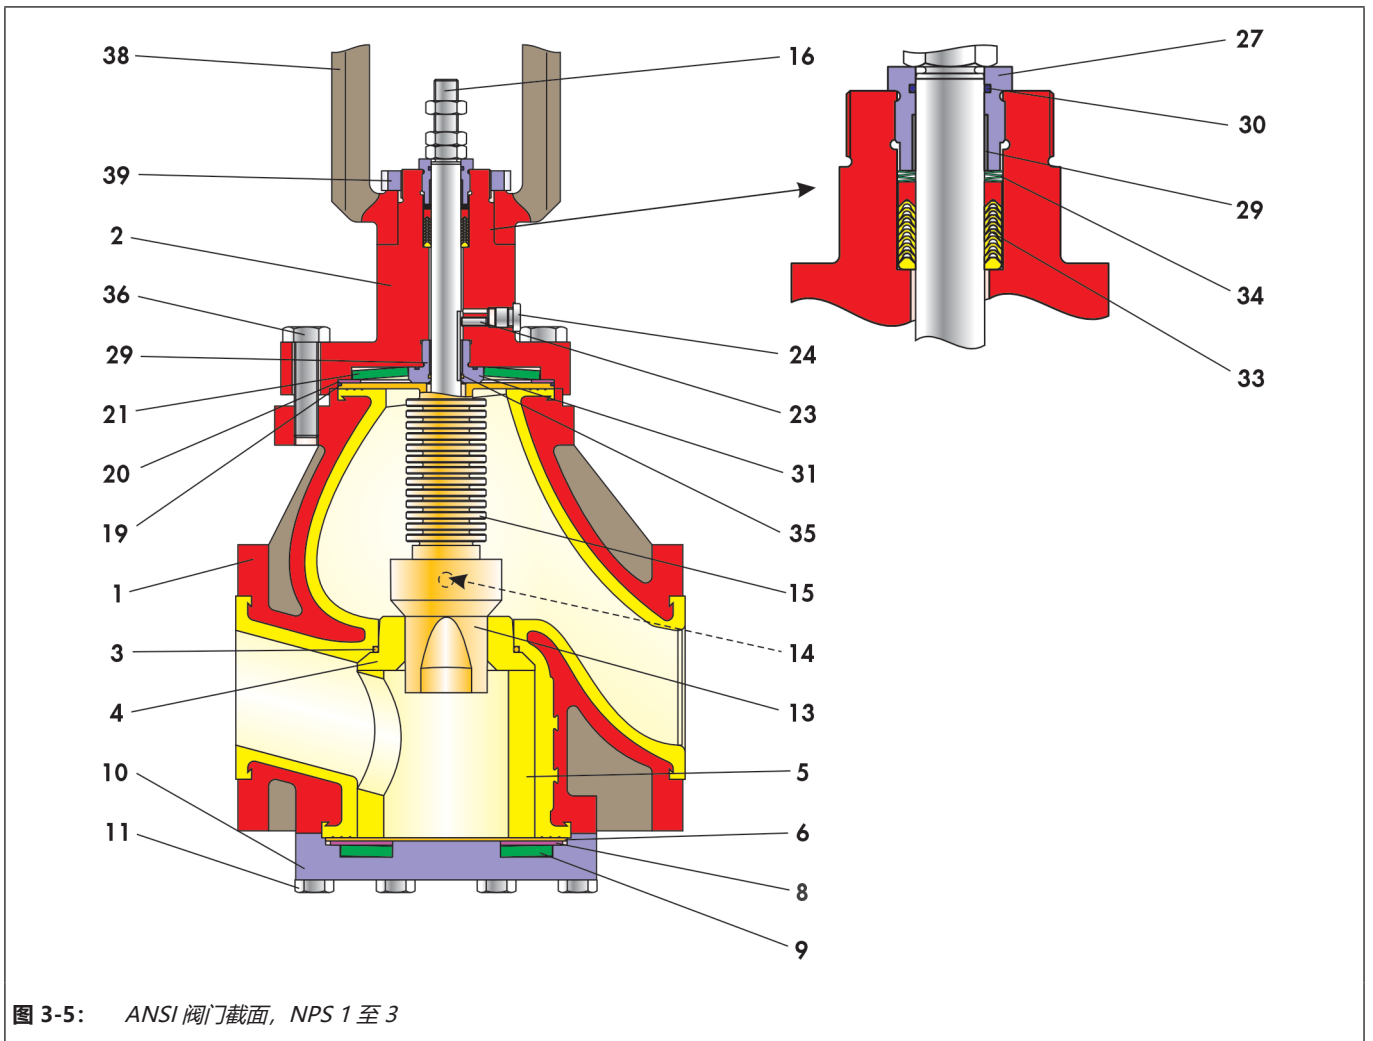

图 3-5: ANSI 阀门截面, NPS 1 至 3
- ⇒ 将阀座 (4) 插入阀体。
- ⇒ 将隔板 (5) 按入阀体中的阀座 (4)。
- ⇒ 确保隔板 (5) 中的通道口与阀门的入口相对齐。
- ⇒ 用一个 5 mm 钻头以对角线方向从密封表面钻入隔板 (5) 大约 10 mm 深。
- ⇒ 将一条 PTFE 细绳 (14) 插入该钻孔, 从而固定好隔板, 防止其扭曲。
- ⇒ 将 PTFE 垫圈 (6) 放在隔板 (5) 上。
- ⇒ 将止推垫圈 (8) 放在 PTFE 垫圈 (6) 上。
- ⇒ 插入弹簧垫圈 (9)。有关弹簧垫圈的位置, 请参见图 3-5。
- ⇒ 小心将底部法兰 (10) 放在阀体上。
- ⇒ 将垫圈 (6)、止推垫圈 (8) 和弹簧垫圈 (9) 居中装配在底部法兰中。
- ⇒ 将螺钉 (11) 拧入阀体。以交叉方式匀力拧紧螺钉。
- ⇒ 将阀盖法兰 (2) 放在清洁表面上，其工作高度可确保导向杆易于触及。
- ⇒ 插入定距衬套以及 V 形环填料 (33) 的 V 形环和锁环。有关填料环的排列，请参见图 3-5。
- ⇒ 将弹簧垫圈组 (34) 插入现有小孔中。有关弹簧垫圈的排列，请参见图 3-5。
- ⇒ 将 O 形圈 (30) 插入填料箱 (27) 的内沟槽。
- ⇒ 将上部轴承套 (29) 按入填料箱 (27) 的底部。
- ⇒ 润滑填料箱 (27) 上的螺纹。
- ⇒ 将填料箱 (27) 拧入阀盖法兰 (2) 的上螺纹，填料箱的外沟槽仍可见。
- ⇒ 用老虎钳将阀盖法兰 (2) 夹紧在阀轭处，使法兰开口面朝上。
- ⇒ 将下部轴承套 (29) 按入螺纹衬套 (31) 的凹槽。
- ⇒ 将 O 形圈 (35) 插入螺纹衬套中相应的凹槽。
- ⇒ 润滑螺纹衬套 (31) 上的螺纹。
- ⇒ 在阀盖法兰 (2) 中将螺纹衬套 (31) 一直拧到顶。
- ⇒ 将弹簧垫圈 (21)、止推垫圈 (20) 和 O 形圈 (19) 插入阀盖法兰 (2)。有关组件排列，请参见图 3-5。
- ⇒ 敲击槽销 (23)。
- ⇒ 拧紧锁紧螺钉 (24)。